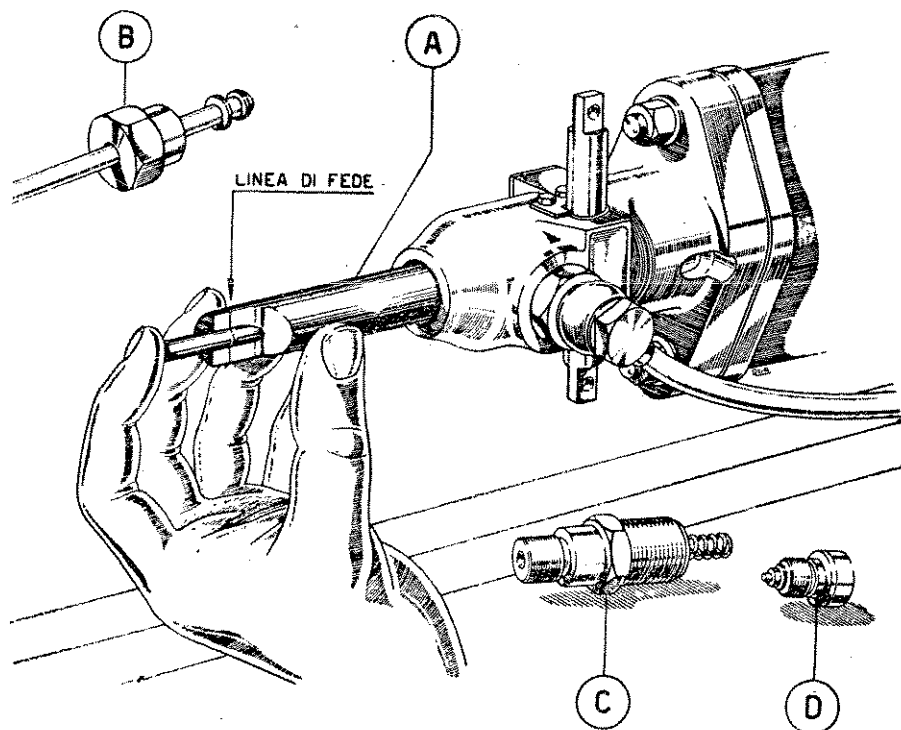

Fig. 5
Per tale controllo (Fig. 5) viene fornito un calibrino a sonda A) che verrà appoggiato al piano del cilindretto, dopo aver tolto dalla pompa il bocchettone del tubo di mandata B), il raccordo C) e la valvolina con relativa sede D).
b) DARE IL GIUSTO VALORE ALL' ANTICIPO INIEZIONE. A questo scopo occorre individuare il punto d'inizio della pompata nel seguente modo: Svitare il bocchettone del tubo di mandata B), il raccordo C), estrarre la sola valvolina D) e riavvitare il raccordo. (Fig. 5). Aperto il rubinetto del serbatoio la nafta sgorgherà dal raccordo; ruotando lentamente il volano si vedrà, durante la fase di compressione, la linea di fede della pompa sollevarsi e, dopo un certo percorso di essa, si vedrà cessare l'erogazione della nafta. Questo punto corrisponde all'inizio pompata e deve cadere 21° (cm. 12 sul volano) in anticipo rispetto al P.M.S.